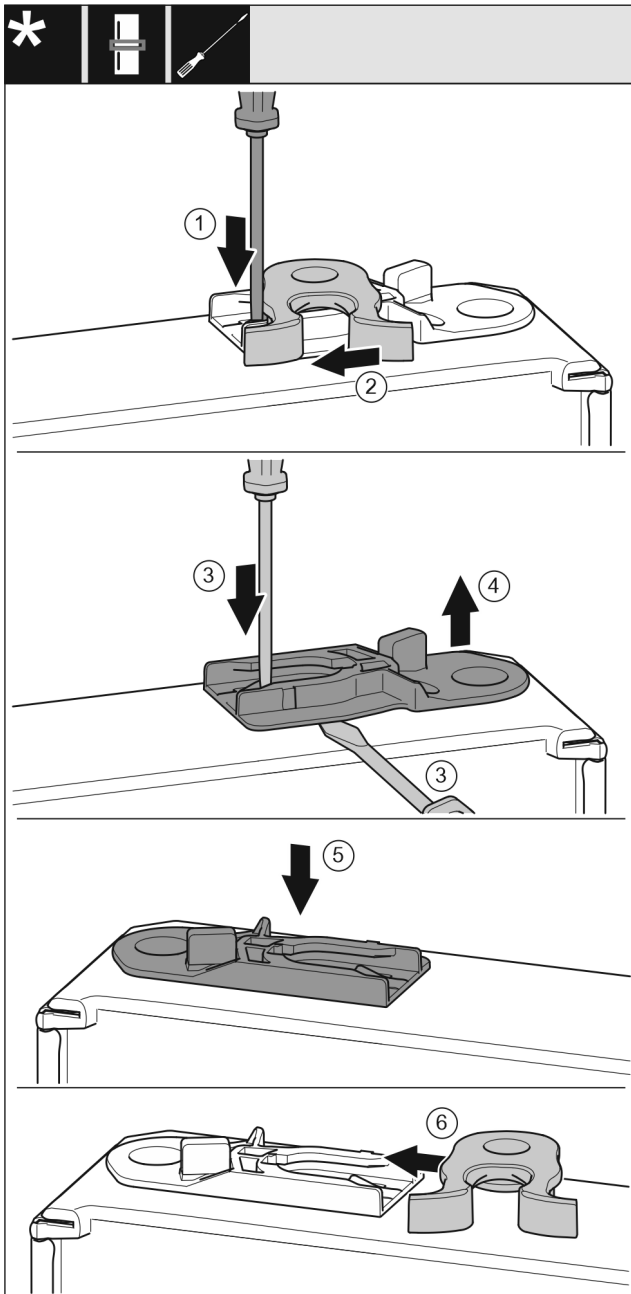

Fig. 52 *
- ▶ Lasche Fig. 52 (1) mit Schlitzschraubendreher nach unten drücken.*
- ▶ Schließhaken Fig. 52 (2) aus Führung ziehen.*
- ▶ Führungsbuchse Fig. 52 (3, 4) herausziehen: Lasche mit Schlitzschraubendreher drücken und gleichzeitig mit Schlitzschraubendreher unter Führungsbuchse fahren.*
- ▶ Im Lieferumfang beiliegende Führungsbuchse Fig. 52 (5) auf anderer Gehäuseseite einschieben.*
- ▶ Schließhaken Fig. 52 (6) in Führung schieben.*